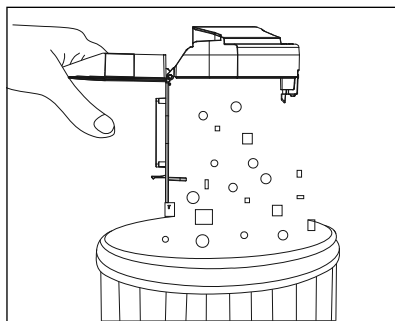

Fig. 9
- 3) Goliți conținutul recipientului de praf **16** într-un recipient pentru deșeuri (a se vedea fig. 9).